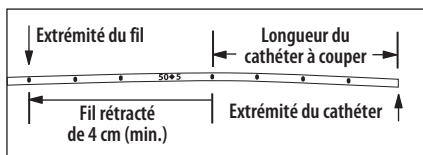

Figure 2
8. Retirer le stylet de raidissement par le septum pour rétracter le guide d'un minimum de 4 cm derrière l'emplacement de coupe du cathéter (consulter la figure 2).